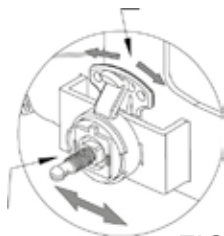

FIG. 8
- Ajustez l'angle de vue en desserrant le bouton de tension du casque sur le côté droit du casque. Relâchez le levier de réglage, tournez-le vers l'avant ou vers l'arrière jusqu'à la position d'inclinaison souhaitée. Après avoir relâché le levier, le casque se verrouille en place (Fig. 8).